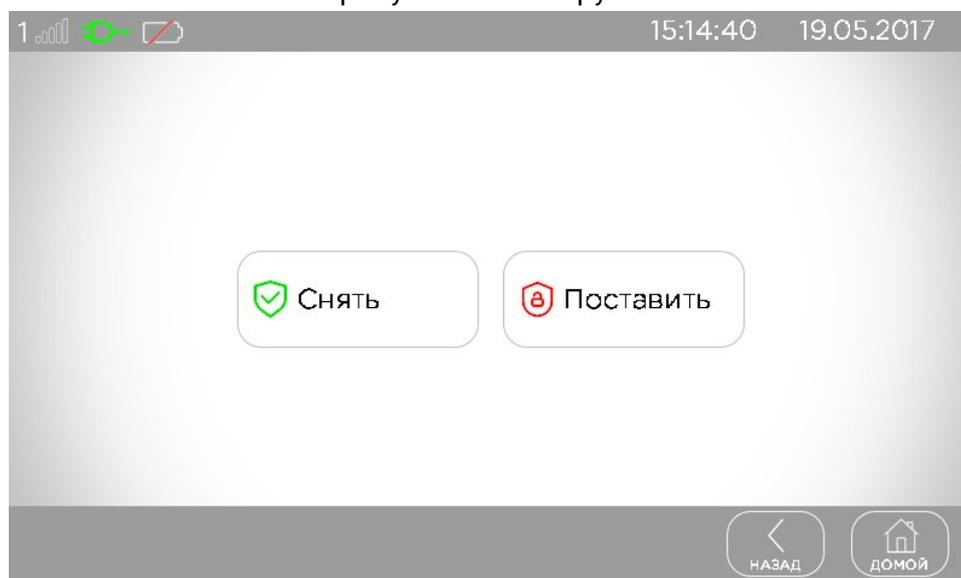

Рисунок 7. Выбор общей постановки/снятия
- Для снятия с охраны **с экрана верхнего уровня** нужно предварительно нажать кнопку **«Общая постановка/снятие»** и на появившемся экране ввести общий 4-х значный цифровой пароль, а затем выбрать действие, выполняемое этим паролем – кнопка **«Снять»** с охраны несколько групп, см. рисунок 7.